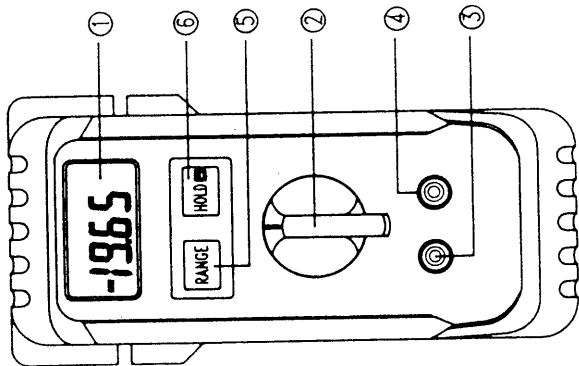

FIGURE 1
1.2 - Face avant (se référer à la figure 1)